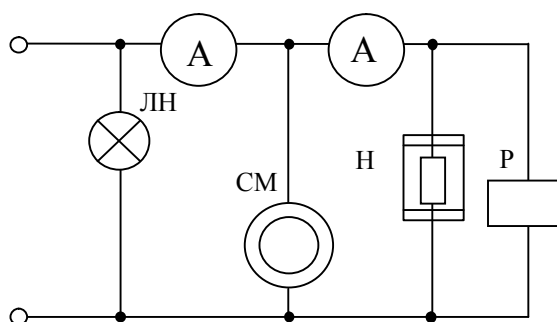

Рис.1. Варианты однофазных электрических цепей (ЭЦ).
1.1. В соответствии со стандартными условными графическими обозначениями реальных электротехнических устройств начертить электрическую схему заданной цепи. Варианты анализируемых электрических цепей приведены на рис. 1. Номер заданной цепи указан в табл.1.